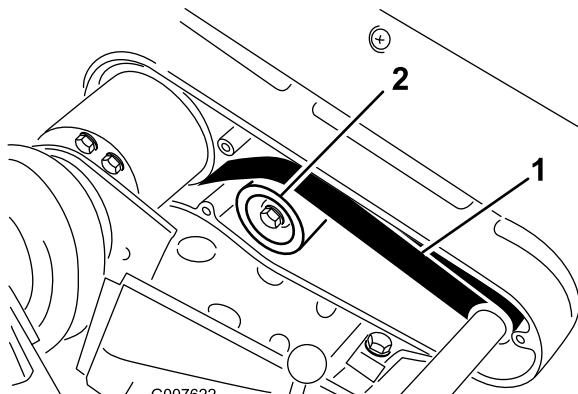

Bild 45
2. Bringen Sie eine Kraft von 22-26 N in der Mitte zwischen den Riemenscheiben (Bild 45) auf den Riemen an.
- A. Lösen Sie die Befestigungsmutter der Spannscheibe und drehen Sie die Spannscheibe nach rechts gegen die Rückseite des Riemens, bis Sie die gewünschte Riemenspannung erzielt haben (Bild 45).